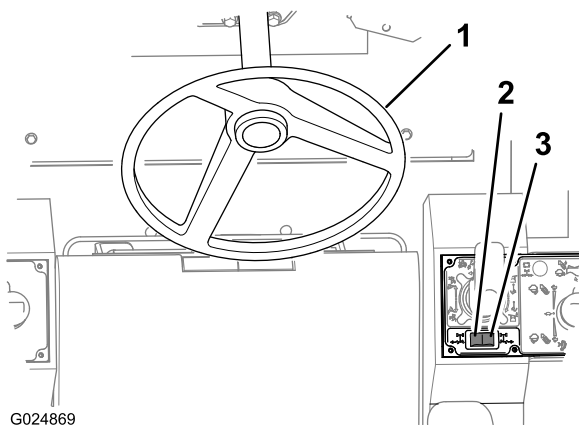

Bild 41
Mit dem Lenkrad steuern Sie die Vorderradlenkung (Bild 41).
- Drücken Sie den Kippschalter für die Hinterradlenkung (Bild 41) auf der rechten Seite des Schalters, um die Hinterräder nach rechts (linke Wende) zu drehen.
- Drücken Sie den Kippschalter für die Hinterradlenkung (Bild 41) auf der linken Seite des Schalters, um die Hinterräder nach links (rechte Wende) zu drehen.